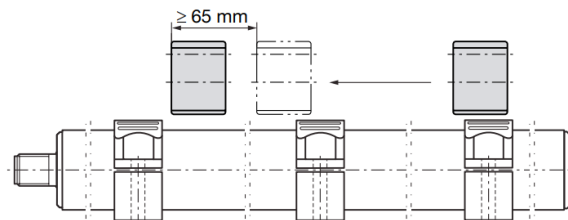

Fig. 5-3: Distância mínima ao utilizar diversos encoders de posição
- Se forem usados diversos encoders de posição, deve ser mantida uma distância mínima de 65 mm entre eles (ver Fig. 5-3).